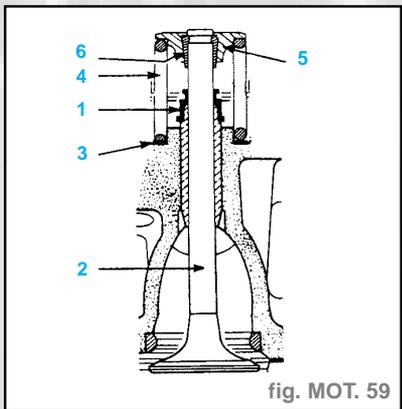

fig. MOT. 59
- Placer les joints d'étanchéité (1) de queue de soupape (fig. MOT. 59).